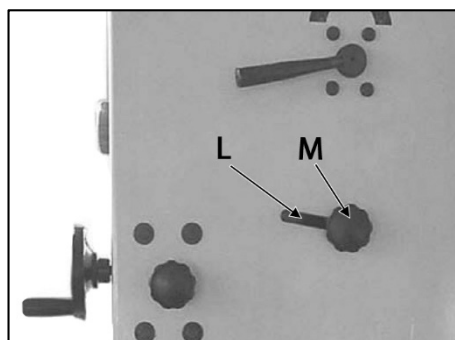

Рисунок 8.
Для корректировки траектории движения пильного полотна ослабьте ручку блокировки положения верхнего шкива (L) (рис. 8). Осторожно поворачивайте рукой верхний шкив, не касаясь полотна. Вращайте ручку регулировки (M) по или против часовой стрелки до тех пор, пока полотно не переместится к центру банджа.